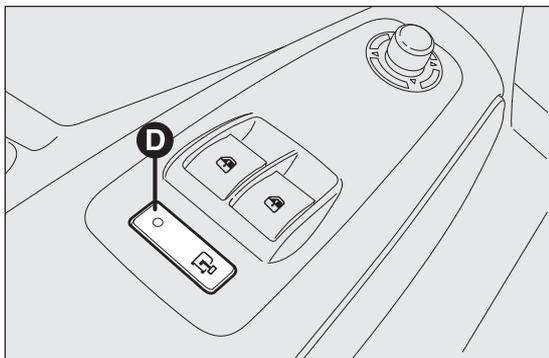

Abb. 116
- nach jedem Türverriegelungsbefehl, der über die Taste D Abb. 116 oder über die Taste  am Armaturenbrett gegeben wurde;